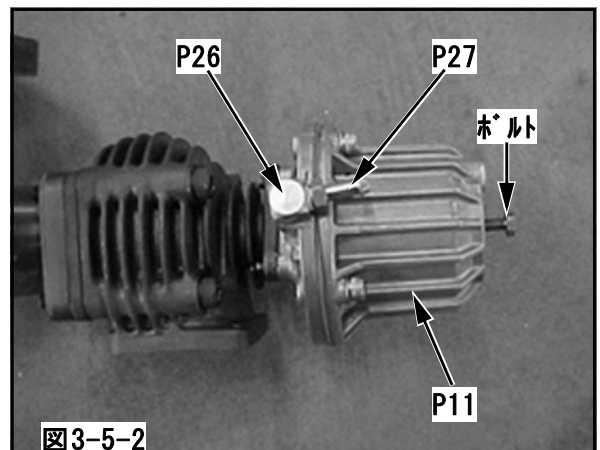

図3-5-2
(2) PTエルボ1/8, ホースニップルφ6にシールテープ又は液状ガスケットを塗り、ウエストゲートAssyに取付けてください。(図3-5-2)